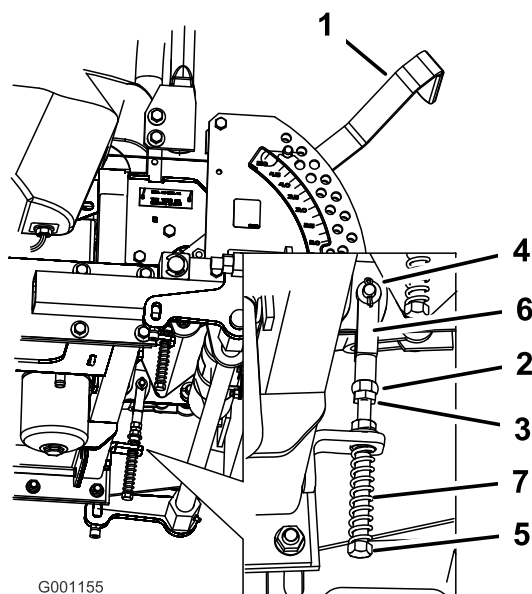

Figura 69
8. Si es necesario un ajuste, afloje la tuerca y la contratuerca contra la horquilla (Figura 69).
9. Aplique una ligera presión hacia atrás en la palanca de control de movimiento, gire la cabeza del perno de ajuste en el sentido apropiado hasta que la palanca de control esté centrada en posición de bloqueo/punto muerto (Figura 69).
10. Apriete la tuerca y la contratuerca (Figura 69).